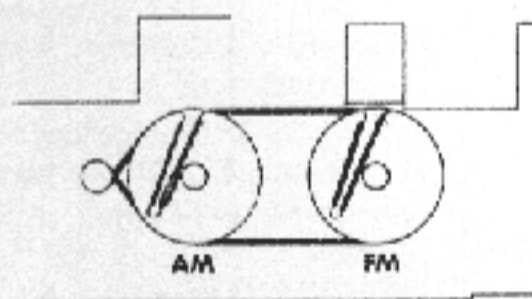

FIG 2
1. Open both capacitors (turn fully anti-clockwise) and set drive drums as shown in figure 2.
1. Beide Kondensatoren öffnen (ganz im Gegenzeigersinn drehen) und Antriebstrommeln wie in Abb. 2 gezeigt einstellen.
1. Ouvrir les deux condensateurs (tourner complètement à gauche) et régler les tambours d'entraînement comme illustré à la figure 2.